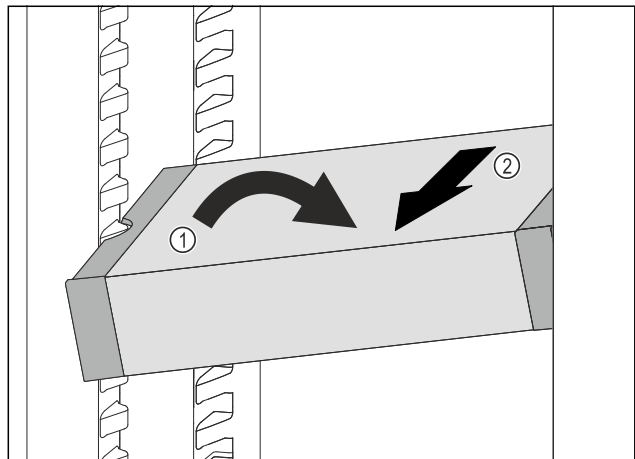

Fig. 69
- ▶ Наклонете VarioSafe в хладилната част. Fig. 69 (1)
- ▶ Извадете VarioSafe напред. Fig. 69 (2)